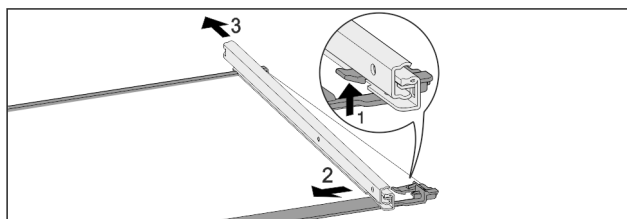

Fig. 124 Стеклянная пластина с направляющими
- ▶ Отожмите передний стопорный крючок вверх. Fig. 124 (1)
- ▶ Сдвиньте выдвижную направляющую в сторону Fig. 124 (2) и назад Fig. 124 (3).